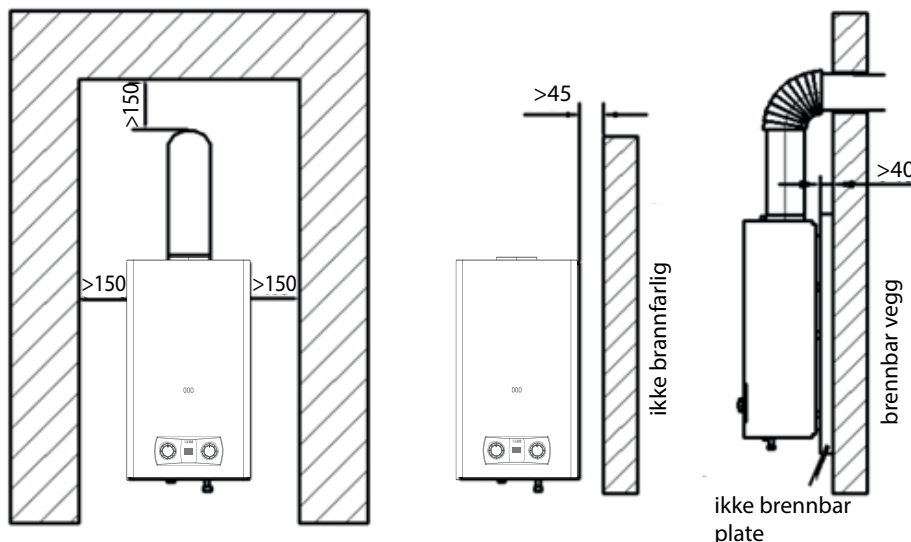

Fig.9
- Vinduet for inspeksjon av flammen på apparatet skal befinne seg i øyehøyde cirka 1,55 m - 1,65 m over gulvet. (Fig.8). Apparatet må holde en bestemt avstand til andre gjenstander, uavhengig om de er brennbare eller flammehemmende i tilfelle av brann (Fig. 9).